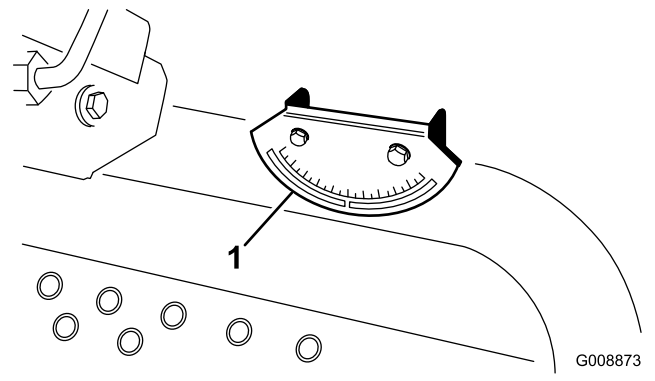

図 5
2. 機体のクロスビーム燃料タンク脇に携帯斜面計付属品を置いて、機体が水平になっていることを確認する図5。このとき、運転席に座った状態で、機体に装着されている傾斜計の読みが0°であれば問題ない。